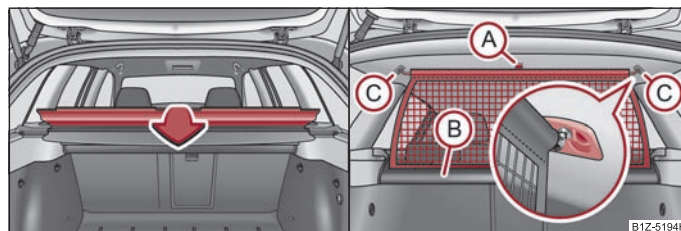

Abb. 76 Abklappen der Ablagefachabdeckung / Gepäcknetztrennwand herausziehen
- Klappen Sie die Ablagefachabdeckung hinter den Rücksitzen ab ⇒ Abb. 76 - links.
- Ziehen Sie die Gepäcknetztrennwand an der Lasche (A) aus dem Gehäuse (B) in Richtung der Halterungen (C).
- Setzen Sie die Querstange in eine der Aufnahmen (C) ein und drücken die Querstange nach vorn.
- Auf gleiche Weise befestigen Sie die Querstange an der anderen Fahrzeugseite, Aufnahme (C).
- Klappen Sie die Ablagefachabdeckung hinter den Rücksitzen ab ⇒ Abb. 76.
- Ziehen Sie die Querstange erst auf der einen, dann auf der anderen Seite etwas nach hinten und nehmen die Querstange aus den Aufnahmen (C).
- **Halten** Sie die Querstange so, dass die Gepäcknetztrennwand in das Gehäuse (B) langsam und ohne Beschädigung einrollen kann.